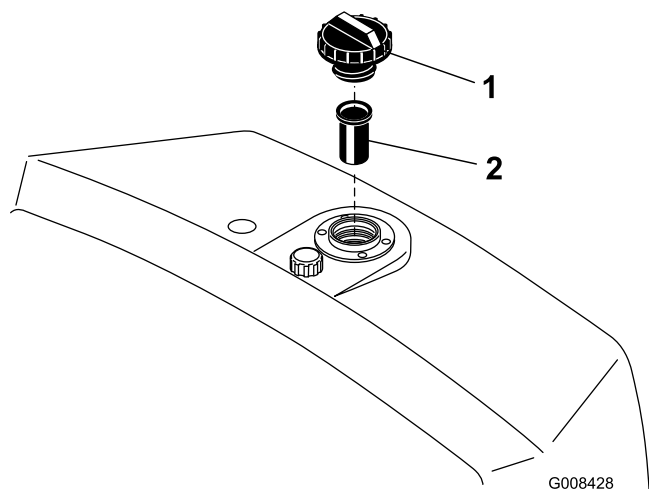

図 26
2. タンクからキャップを外して油量を点検する。補給口の首の根元部分まであれば適正である（図 26）。